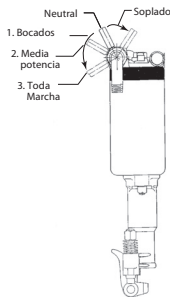

Figura 1. (Esq. 16578304)
- El martillo rompedor está controlado mediante el movimiento de la palanca como lo ilustra la Figura 1.